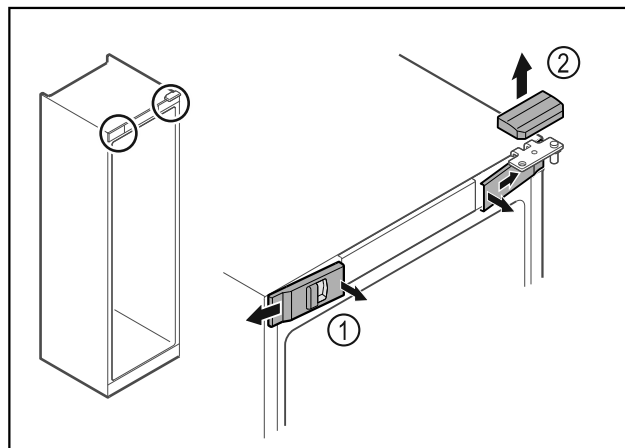

Fig. 12
- ▶ Trekk de innvendige dekslene foran Fig. 12 (1) ut av stilling, og ta dem av sidelengs.
- ▶ Trekk det øvre dekselet Fig. 12 (2) opp og av.